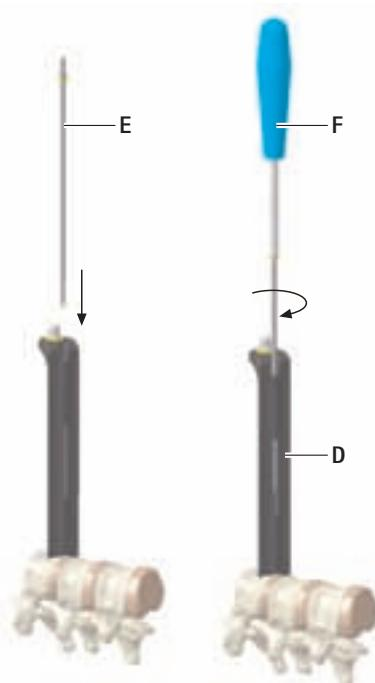

Abb. 1
- Fixationsschraube **E** in Valve **D** einführen und fest schrauben, siehe Abb. 1.